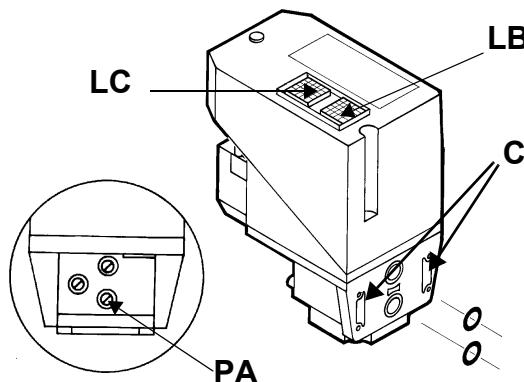
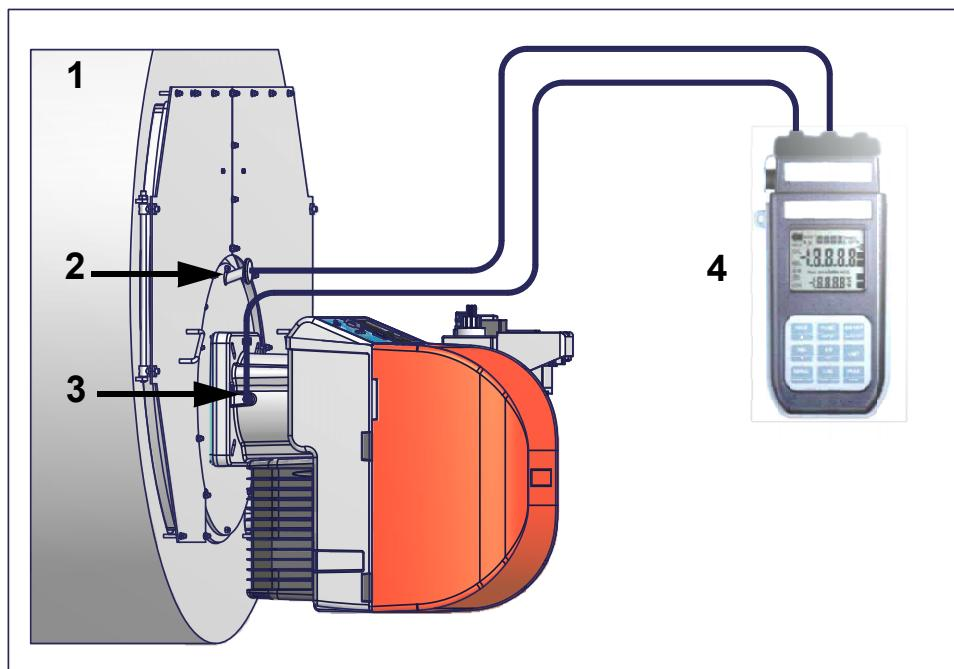

Рис. 8
Рис. 11
- 2). снять крепежные винты группы Multibloc (Рис. 11-А)
- 3). вставить уплотнительные кольца (10,5x2,25) в VPS 504 (Рис. 8-В, Рис. 11-В)
- 4). закрутить 4 винта блока контроля герметичности (M4x16) Рис. 11-С.
Кривые давления газа в голове сгорания горелки, в зависимости от расхода газа, действительны только в том случае, если горелка правильно отрегулирована (процентное содержание остаточного О₂ в уходящих газах - как в таблице "Рекомендуемые параметры выбросов", а СО - в пределах нормы). На этой фазе голова сгорания, дроссельный клапан и сервопривод находятся в максимально открытом положении. Смотрите Рис. 11, на котором изображено, как правильно измерить давление газа, принимая во внимание значения давления в камере сгорания, снятые с манометра или пользуясь техническими характеристиками котла/утилизатора.